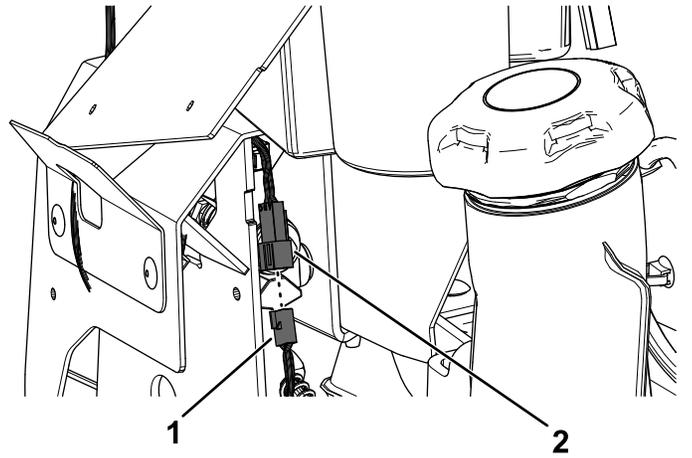

Figura 16
2. Conecte el conector del arnés de cables del kit al conector de la palanca de control de movimiento izquierda nueva (Figura 16).